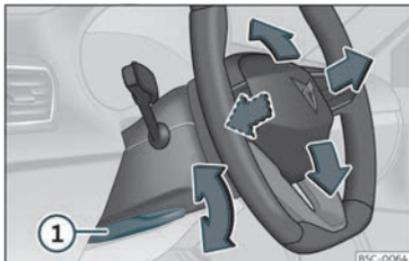

Fig. 4 Levier sur la partie inférieure latérale de la colonne de direction.
- Tirez le levier » fig. 4 ① jusqu'en bas, déplacez le volant sur la position souhaitée, puis remontez le levier en position de verrouillage.
- Après avoir réglé la colonne de direction, poussez fermement le levier » fig. 4 ① vers le haut pour que le volant ne change pas de position accidentellement en cours de route.